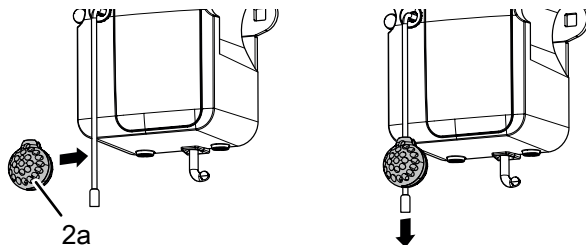

Fig. 10: Enlèvement de la protection anti-effraction
Tenez le câble spirale (25) vertical vers le haut comme il est indiqué à la fig. 10. L'allongement max. du câble à l'horizontale ne doit pas dépasser le triple de sa longueur initiale. Coincez le câble dans le collier mural (22) au point d'inflexion. Appliquez le collier (22) contre le mur et marquez le point de fixation. Percez le trou, installez la cheville (20) et vissez le collier (22) en place avec la vis (12).